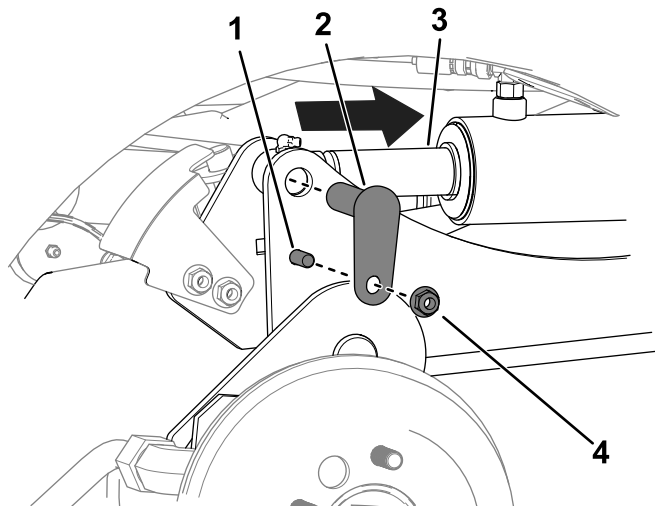

Figura 11
C. Utilizzate un cacciaspine per allineare i fori dell'asta del cilindro con i fori del braccio di sollevamento (Figura 11).
D. Utilizzate 2 bulloni ( $\frac{3}{8}$ " x  $1\frac{1}{4}$ ""), 2 dadi ( $\frac{3}{8}$ "") e 2 perni piccoli per fissare i bracci di sollevamento ai cilindri (Figura 11).